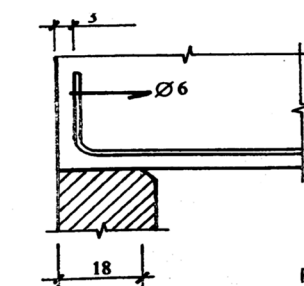

Fig.1
- L'enrobage est de 3cm (fig.1).